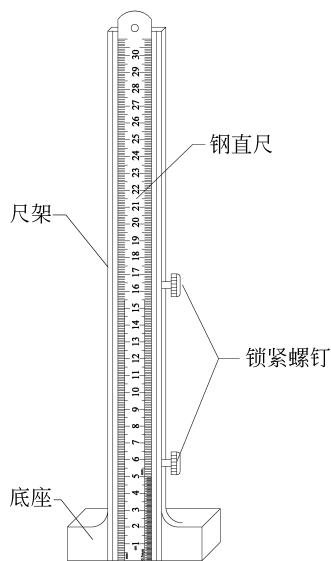

图 3-18 划线尺架的结构
(1) 划线尺架的结构。划线尺架的结构如图 3-18 所示。